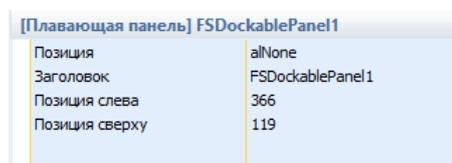

Рисунок 3.31 – Свойства компонента «Плавающая панель»
– «Плавающая панель» – компонент пользовательского интерфейса, позволяет вставить панель, которую можно свободно откреплять от главного окна «ОЗ» и переносить на другой монитор. В поле инспектора объектов необходимо указать (рисунок 3.31):